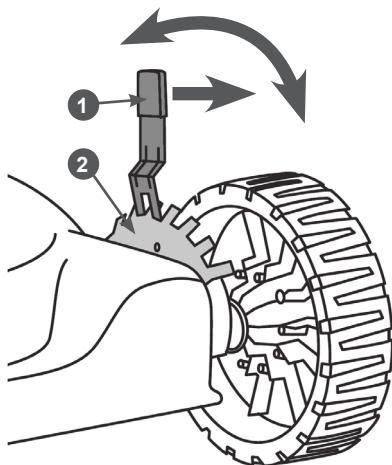

Рис. 15 Регулировка высоты скашивания
- выведите рычаг 1 регулировки из зацепления с зубчатым сектором 2 (Рис. 15);
- переместите рычаг 1 регулировки в требуемое положение и снова введите в зацепление рычаг и зубчатый сектор (Рис. 15).